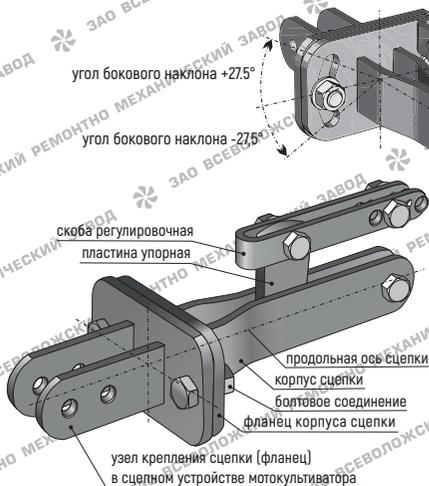

Рисунок 3.
- [только для сцепки типа 2, см. рисунок 3, 4] при необходимости (например для компенсации бокового наклона агрегата при работе с плугом), установите нужный угол бокового наклона стойки навесного орудия поворотом на требуемый угол относительно продольной оси сцепки корпуса сцепки с установленным навесным орудием, предварительно ослабив болтовые соединения на фланце корпуса сцепки;